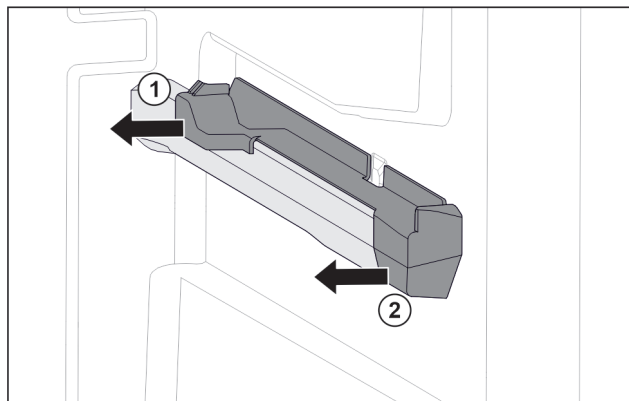

Fig. 131 Вставная часть на правом контейнерном ребре
- Отодвиньте вставную часть сзади в сторону. Fig. 131 (1)
- Отодвиньте вставную часть спереди в сторону. Fig. 131 (2)